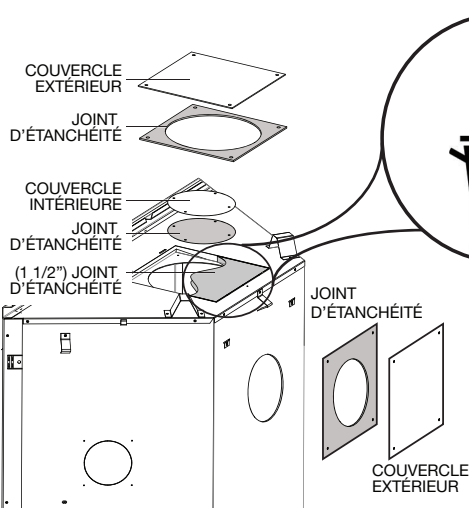

Fig. 2
- F.** Retirez les quatre vis fixer au couvercle intérieure et le joint d'étanchéité, enlevez le couvercle intérieure, et jetez-le (FIG. 2).